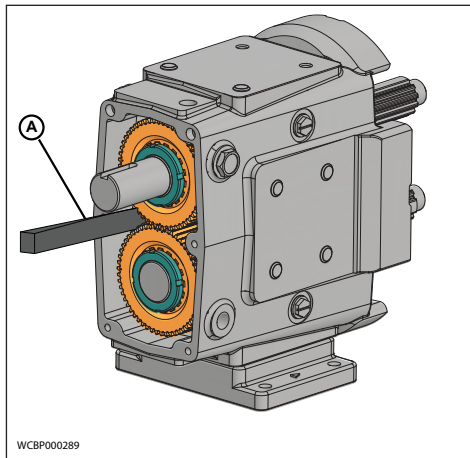

Abbildung 70 - Wellendrehung blockieren
1. Verhindern Sie durch Einsetzen eines Keils zwischen den Zahnrädern, dass sich die Wellen drehen (Abbildung 70, Pos. A).